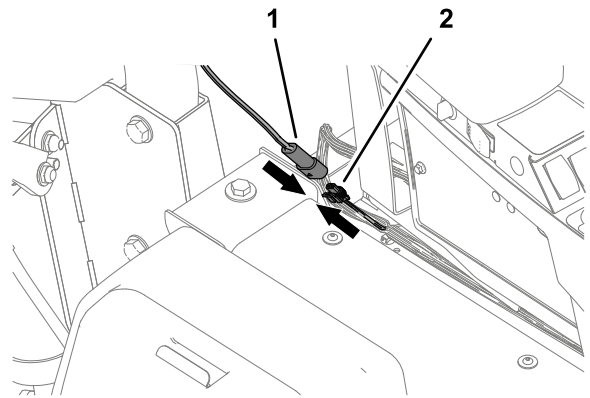
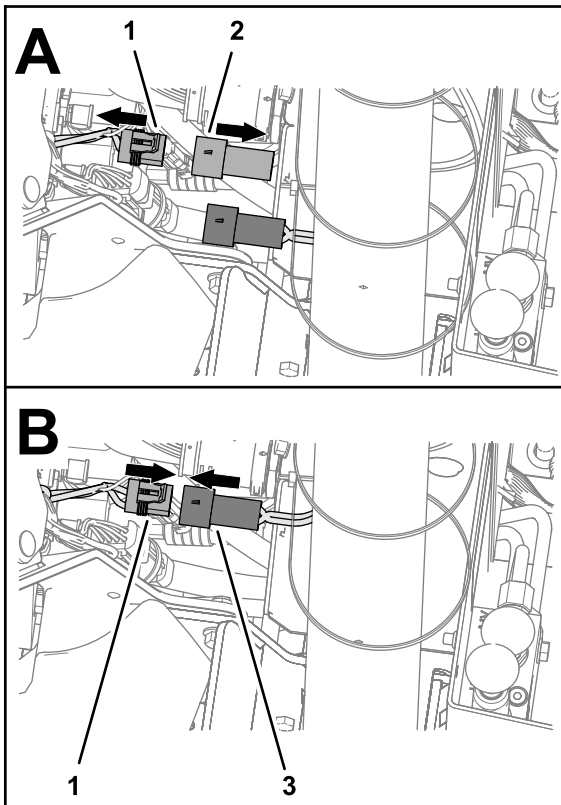

Bild 14
Bild 13
2. Nehmen Sie die Kappe (falls vorhanden) vom 2-Buchsen-Stecker des Maschinenkabelbaums ab (Bild 13).
3. Schließen Sie den 2-Stift-Stecker des Kitkabelbaums am 2-Buchsen-Stecker des Maschinenkabelbaums an (Bild 13 oder Bild 14).